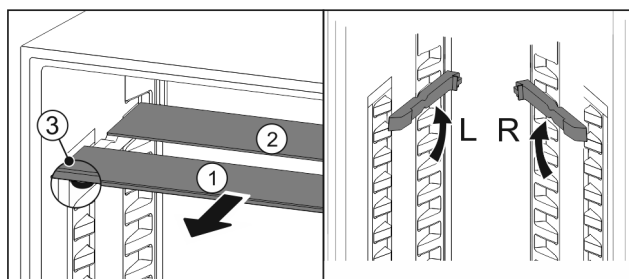

Fig. 37
- Sortir les tablettes par l'avant Fig. 37 (1).
- ▷ La tablette en verre Fig. 37 (1) avec bordure décorative est située à l'avant.
- ▷ Les butées Fig. 37 (3) sont orientées vers le bas.